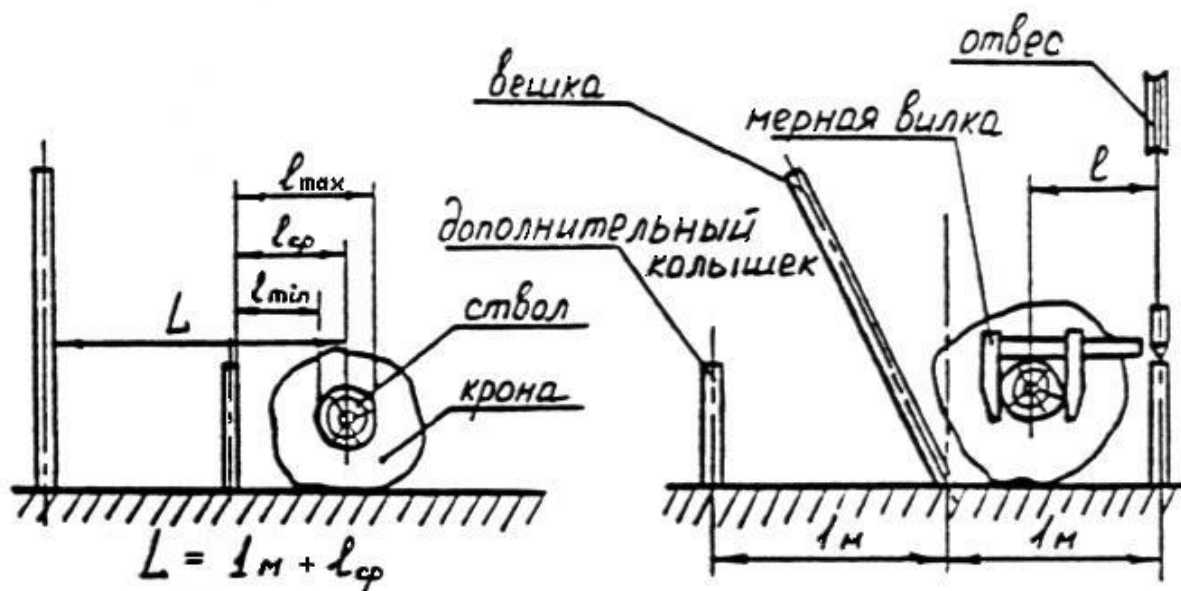

Рис. 1. Измерение расстояния отклонения ствола от кольца – «вешки»
1.3.2. Участник показывает, где установить заостренную вешку размером 1500x40x40 миллиметров (далее мм) на расстоянии 10 метров (далее м) от хлыста. Вешка отмечает направление, в котором участник должен свалить свой хлыст. Для облегчения измерений вспомогательные рабочие устанавливают два 50 см кольца на расстоянии 1 метра по обе стороны от вешки под прямым углом к направлению валки (рис. 1.). В протокол заносится расстояние между кольцом и вешкой, округленное до целого сантиметра. Участник должен повалить хлыст точно на вешку. В случае повреждения основной вешки сваленным хлыстом замеры производятся от вспомогательных колец.